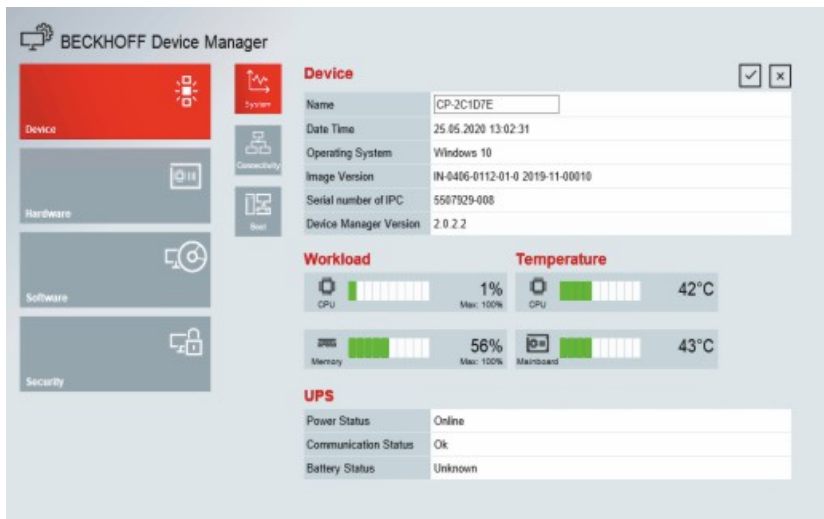

Abb. 21: Beckhoff Device Manager - Startseite
2. Heben Sie den PC soweit an, dass die Befestigungsschrauben in die Schlüssellöcher (siehe Abb. 21) rutschen.